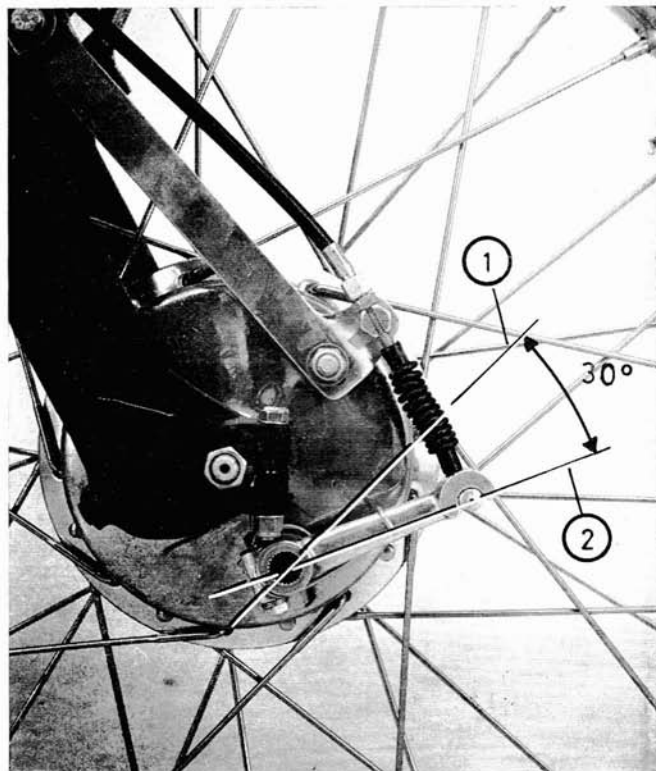

Fig. 22
3. **Ajuste de la palanca del freno.** Conforme se van gastando los forros de freno, la palanca va cambiando de posición en los sucesivos reglajes. Así llegará un momento en que el muelle quedará comprimido en exceso y perjudicará al frenado. Cuando así ocurra se procederá a cambiar la posición de la palanca girándola en unos grados (ver fig. 22). Fijar en esta posición con llave de 10 mm. y graduar como se ha dicho en los puntos 1 y 2.
3. **Réglage du levier de frein.** A mesure que les garnitures de frein s'usent, le levier change de position au cours des réglages successifs. Il arrivera donc un moment où le ressort sera trop comprimé et gênera le freinage. Lorsque cela se produira, on procédera à changer la position du levier en le faisant tourner de quelques degrés (voir fig. 22). Le bloquer dans sa nouvelle position avec une cle de 10 mm. et régler comme indiqué dans les paragraphes 1 et 2.
3. **Adjusting the Brake Arm.** According as the brake linings wear, the brake arm changes in position in successive adjustments. Thus it will arrive that the sprig will be excessively compressed and will affect braking. When so occurs, change the position of the brake arm by turning it a few degrees (see fig. 22). Secure in this position with a 10 mm wrench and set as indicated in paragraphs 1 and 2 above.